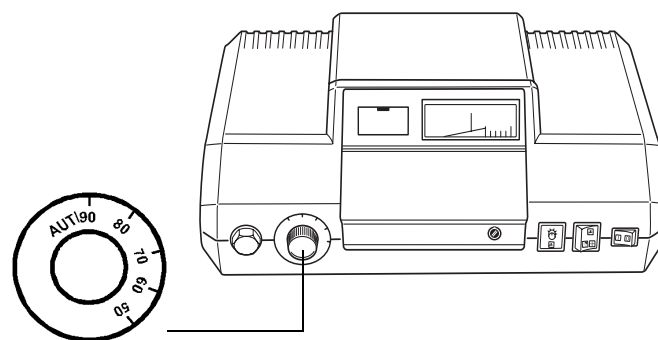

Fig. 1
- Retire el mando del regulador (Fig. 1).